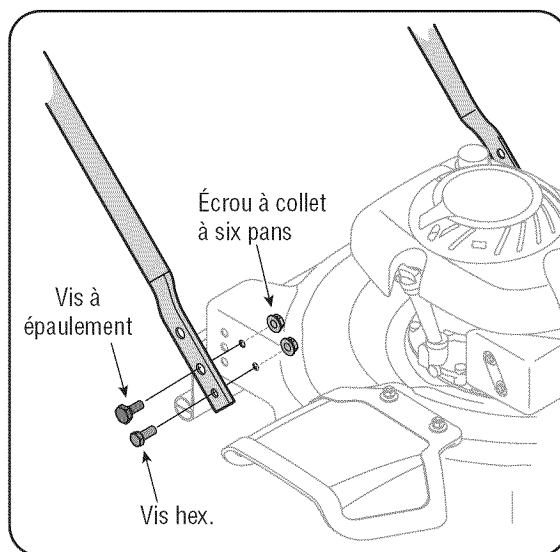

Figure 2
- Positionnez le guidon inférieur par-dessus le plateau de coupe et alignez les deux trous inférieurs du plateau de coupe avec les trous correspondants du guidon. Voir la Figure 2.
- Fixez le guidon inférieur sur le plateau de coupe en plaçant les vis à épaulement dans le trou supérieur et les vis hex. dans le trou inférieur, comme à la Figure 2. Maintenez toutes les vis avec des contre-écrous à collet. Serrez à fond.